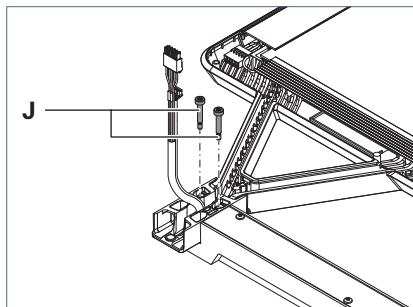

Fig. 13: Fixer la tête 1 du luminaire.
2. Serrez les deux vis de réglage **J** jusqu'à ce que les têtes de vis soient à fleur de l'adaptateur, voir Fig. 13.